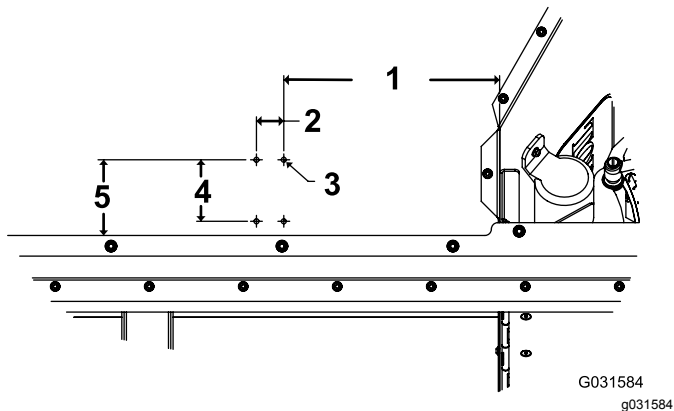

Bild 6
1. Bohren Sie vier Befestigungslöcher (7 mm) in die Seite des Füllkastens. Bohrabmessungen finden Sie unter Bild 6.